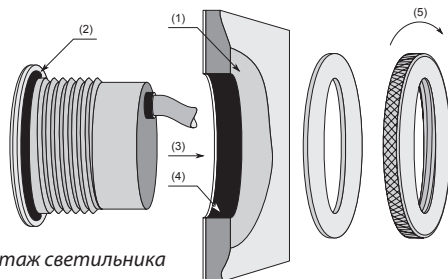

Рис.1: Монтаж светильника
С внутренней стороны ванны аккуратно просверлите отверстия диаметром (а) 50 мм для управления N3257К, (б) 48-50 мм для светильника EL11. Согласно рис. 1 выровняйте опорную поверхность (1) на внешней стороне ванны так, чтобы была перпендикулярна оси смонтированного светильника/управления. Клеящиеся поверхности элементов (светильника, управления) и ванны тщательно очистите и обезжирьте. На поверхность элемента, на место соединения (2) нанесите умеренное количество рН нейтральной замазки Ravak Professional. Элемент просуньте (3) в отверстие, соответственно ориентируйте. Пространство (4) между светильником и ванной также уплотните замазкой. Снабдите элемент соответствующей шайбой и укрепите натяжением (5) гайки. Светильник затяните моментом 8 N.m. Устраните избыточную замазку. Наиболее просто это сделаете после её легкого затвердения. После затвердения замазки (24 часа) наполните ванну и проконтролируйте герметичность монтажа светильника.